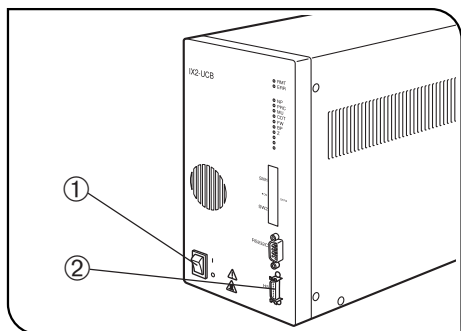

Fig. 4
▲ Asegúrese de que el interruptor principal ① está apagado (en la posición “O” OFF apagado) antes de conectar el cable del interruptor manual (o otros equipos) y el cable de conexión principal. (Fig. 4)
1 Conexión del cable del interruptor manual (Fig. 4)